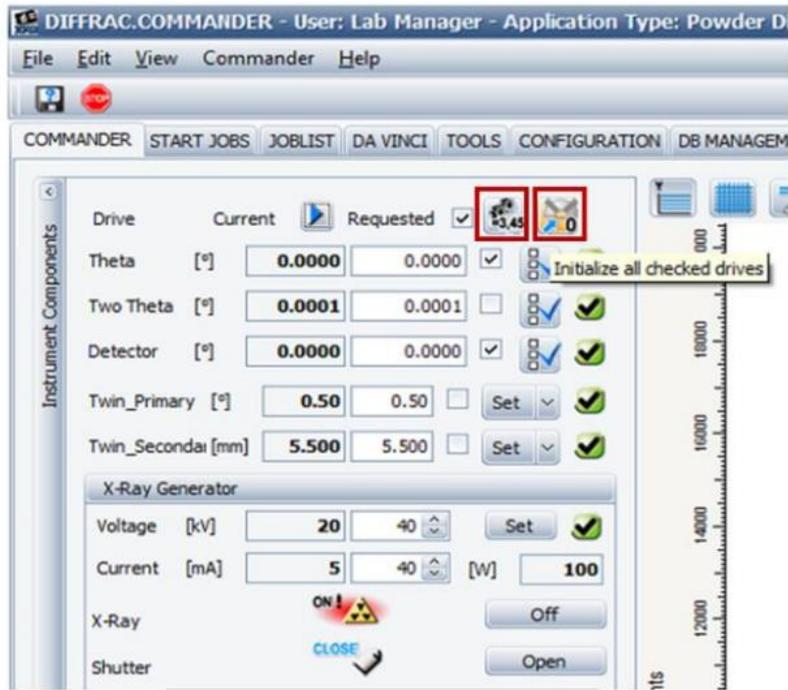

图 1-2
1.6 在 commander 界面上，勾上 request，然后点击 Int，对所有马达进行初始化。（在每次开机时需要进行初始化，仪器会自动提醒，未初始化显示为叹号！初始化正常后显示为对勾）。（图 1-2）
1.7 测试前先调节 X-Ray 发生器电压电流分别为“40 kV”和“40mA”（在图 1-2 中相应位置后面一列编辑框中编辑后点“Set”键，等待“Set”键右边指示符变为“绿色对号”，升压成功），稳定 15-20min。